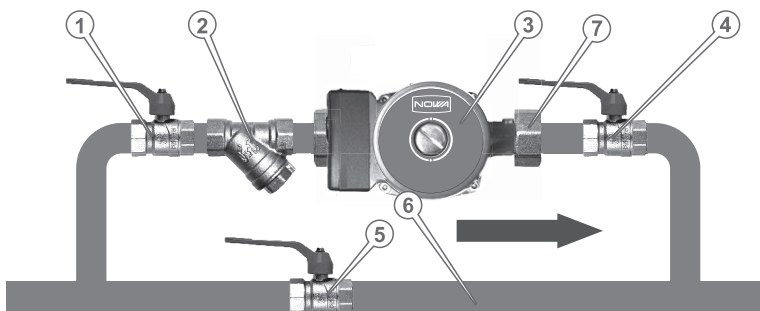
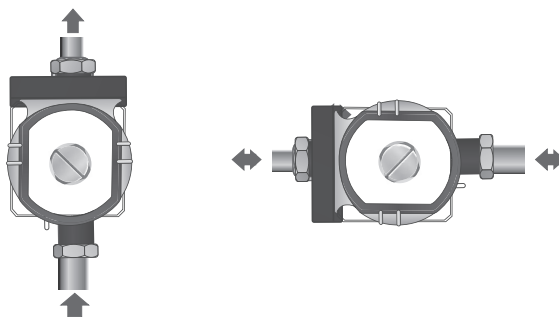

Рисунок 4. Приклад схеми встановлення насоса у систему.
Рисунок 5. Схема дозволених положень встановлення насоса у систему.
1. Для монтажу виробу має бути розроблений проект з урахуванням особливостей конкретного місця використання згідно з рис. 4. Проектом мають бути передбачені заходи компенсації вібрації обладнання та гідравлічного опору залежно від конфігурації вхідної та вихідної магістралей.
3. Стрілка на корпусі насоса повинна співпадати з напрямом циркуляції води у системі водопостачання (рис. 4)
4. Запірні крани (1, рис. 4) та (4, рис. 4) повинні бути встановлені до і після насоса, щоб забезпечити його заміну без зливу чистої води;
6. Змонтувати насос в активну систему водопостачання (3, рис. 4) з дотриманням дозволеного положення виробу (рис. 5) та монтажних розмірів виробу табл.4.
1. Перевірити готовність системи водопостачання для монтажу виробу (3, рис. 4) — трубопроводи мають мати запірні крани (1, 4, 5, рис. 4), байпас (обхідний трубопровід) (6, рис. 4) і фільтр грубого очищення (2, рис. 4) на системі водопостачання.
2. Використовуючи перехідники з комплекту змонтувати насос в активну систему водопостачання (3, рис. 4) з дотриманням правил положення монтажу виробу (рис. 5).
3. Змонтувати обхідну гілку водопроводу — байпас (6, рис. 4), що дає змогу в разі виходу з ладу виробу пустити воду в обхід (рис. 4). Байпас має бути оснащений окремим запірним краном (5, рис. 4), який перебуває в закритому стані під час роботи насосу.
У разі аварійної зупинки виробу її вхідний (1, рис. 4) та вихідний (4, рис. 4) запірні крани закриваються, а запірний кран (5, рис. 4) байпаса відкривається, забезпечуючи функціонування системи водопостачання, оминаючи насос.
5. Після зупинки виробу, відкрутити на корпусі насоса заглушку заливного отвору (1, рис. 4) і перевірити наявність води в робочій камері насоса, за необхідності заповнити порожнину насоса водою, яка необхідна для запуску виробу.
6. Відкрити запірні крани (1, 4 рис. 4) на вхідному та вихідному трубопроводах виробу.
1. Відкрити магістральний кран (5, рис. 4), перекрити крани (1, 4, рис. 4) байпаса та під'єднати шнур живлення до електромережі.
2. Відкрутити на корпусі насоса заглушку заливного отвору (1, рис. 4) і перевірити наявність води в робочій камері насоса, за необхідності заповнити порожнину насоса водою, яка необхідна для запуску виробу.
4. Вимкнення здійснюється від'єднанням живлення двигуна перемикачем. Також можливо зупинити подачу води з допомогою переводу потоку в режим циркуляції через байпас кранами (1,4,5, рис. 4).
1. Пересвідчитися, що вихідна магістраль насоса не закрита кінцевим краном, відкрити магістральний кран (5, рис. 4), перекрити крани (1, 4, рис. 4) байпаса та під'єднати шнур живлення до електромережі.
5. В ручному режимі можливо увімкнути виріб в режимі циркуляції води через байпас за допомогою кранів (1,4,5, рис. 4).